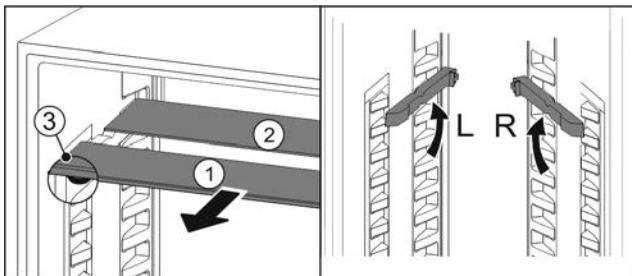

Fig. 26
- По одной извлеките Fig. 26 (1) стеклянные панели движением вперед.
- Стеклянная панель Fig. 26 (1) с декоративной планкой лежит спереди.
- Стопоры Fig. 26 (3) показывают вниз.